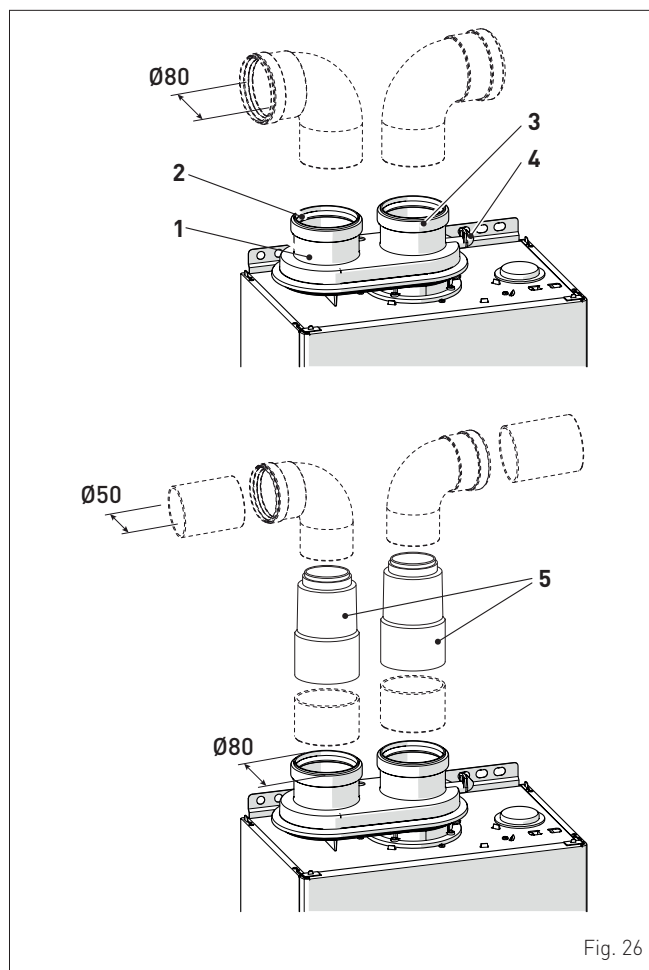

Fig. 26
**NOTA:** è possibile ridurre i condotti da Ø80 a Ø50 utilizzando la riduzione cod. 8089941, da ordinare separatamente, come illustrato in "Fig. 26".